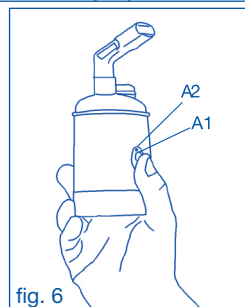

fig. 6
6. Premete il pulsante ON/OFF (A1) per un istante (fig. 6); il LED (A2) del nebulizzatore visualizzerà una luce fissa verde e quindi il farmaco nebulizzato inizierà ad uscire.